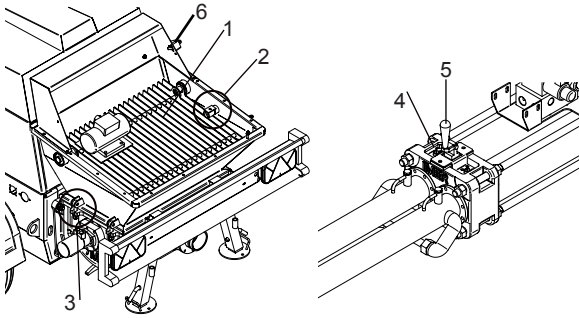

Fig. 18
Controle que la rejilla de protección (fig. 18, ref. 1) de la tolva esté bien fijada, que el dispositivo de seguridad en caso de apertura (fig. 18, ref. 2) funcione correctamente y que la descarga esté cerrada y bloqueada (fig. 3, ref. 1).
Controle que la tolva superior esté cerrada y las tuercas bien apretadas (fig. 18, ref. 3).
Controle que haya suficiente agua en el depósito (fig. 18, ref. 4) y, si es necesario, añada más; si falta agua, los pistones de bombeo sufrirán daños irreparables en poco tiempo.
⚠ Cuando la rejilla de la tolva se abre, todos los componentes en movimiento se detienen. Compruebe siempre que los dispositivos de protección funcionen correctamente; en este caso, se trata del dispositivo de seguridad eléctrica (fig. 18, ref. 2) y del dispositivo de seguridad mecánica (fig. 18, ref. 6).
Controle que haya suficiente agua en el depósito (fig. 18, ref. 4) y que esté limpia y, si es necesario, añada más.